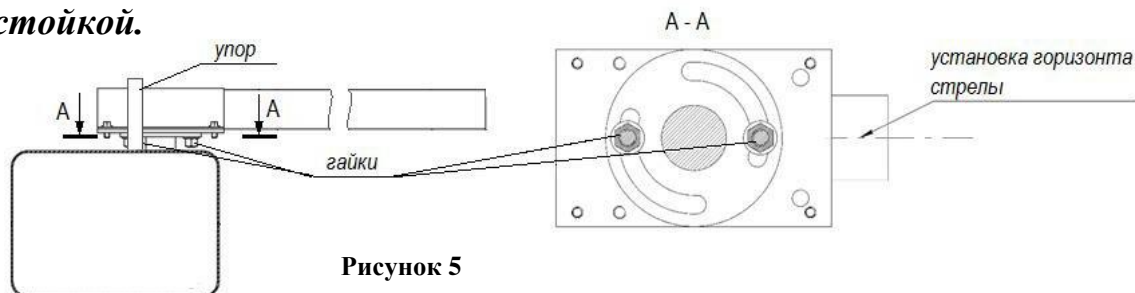

Рисунок 5
- * Ослабить две гайки ключом №19 (см. Рисунок 5);